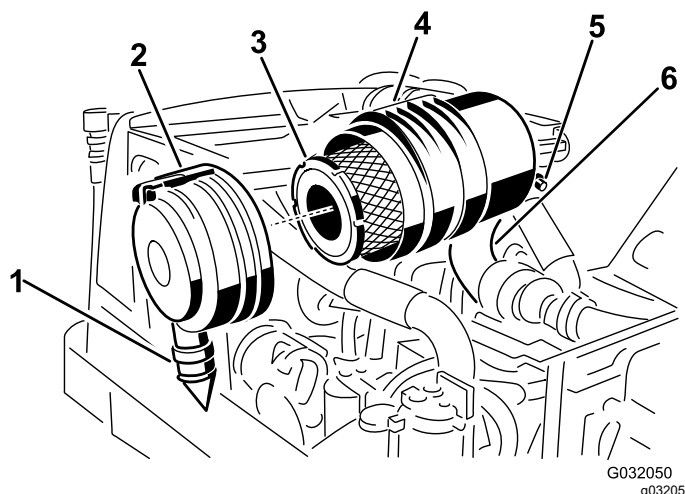

Figura 45
2. Retire o filtro principal (Figura 45).
3. Substitua o filtro principal (Figura 45).
entre cerca das 5h00 a 7h00 quando vista da extremidade, e prenda o trinco (Figura 45).